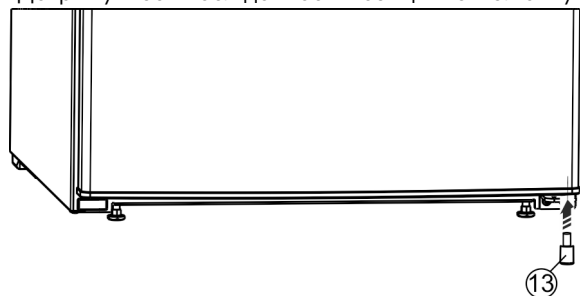

Fig. 8
- ▶ Знову вставте розпірку Fig. 8 (13) у дверцята внизу справа, оскільки вона потрібна для забезпечення стійкості пристрою.